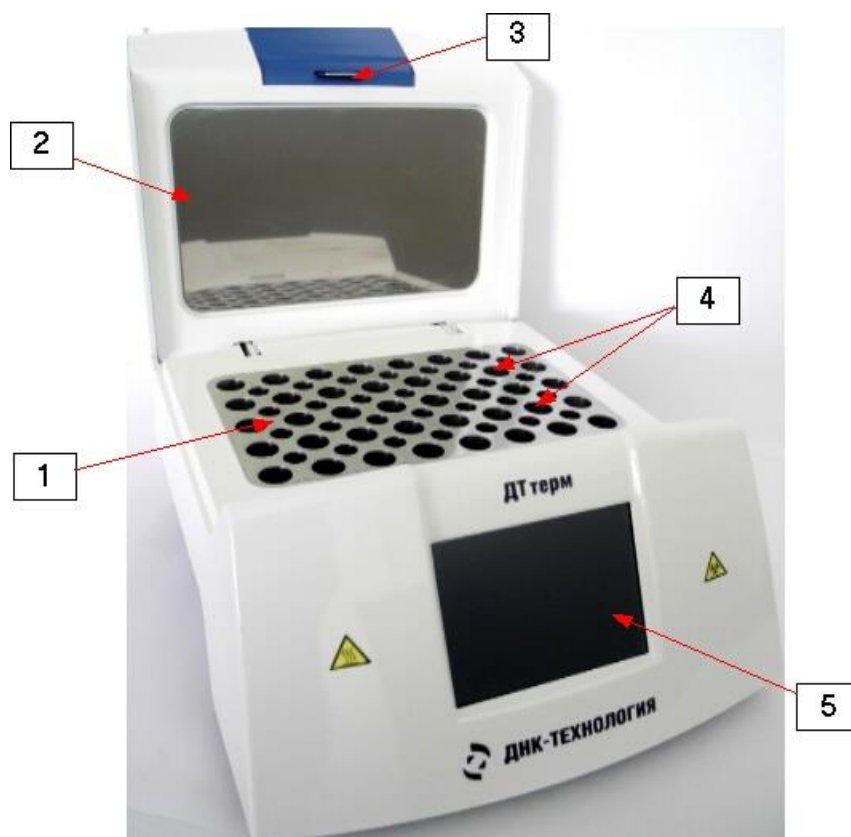

Рис.2 Конструктивные элементы изделия
Конструктивные элементы изделия показаны на рис.2. Металлическую матрицу (термоблок) (1) закрывает сверху теплоизолирующая крышка (2) с регулируемым прижимом пробирок. Крышка фиксируется механическим запором (3), который разблокирует